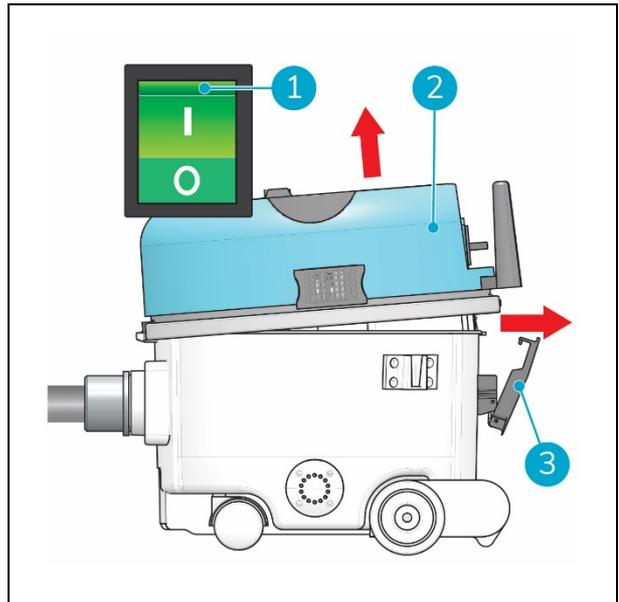

Abbildung 9
1. Schalten Sie den i-vac® 6 mit dem Netzschalter (Abb. 9, Pos. 1) aus.
2. Lösen Sie den Riegel (Abb. 9, Pos. 3).
3. Heben Sie den Deckel (Abb. 9, Pos. 2) aus dem grauen Kragen an der Seite des Riegels.